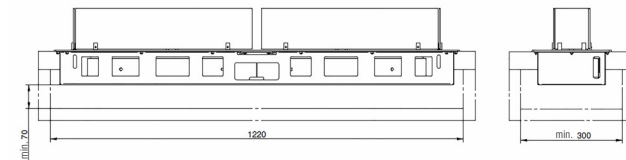

Abb. 7 Mindestmaße Gehäuseraum
- Der Mindestabstand zwischen Gehäuse und Gehäuseumboden (Abb.7) beträgt 70 mm